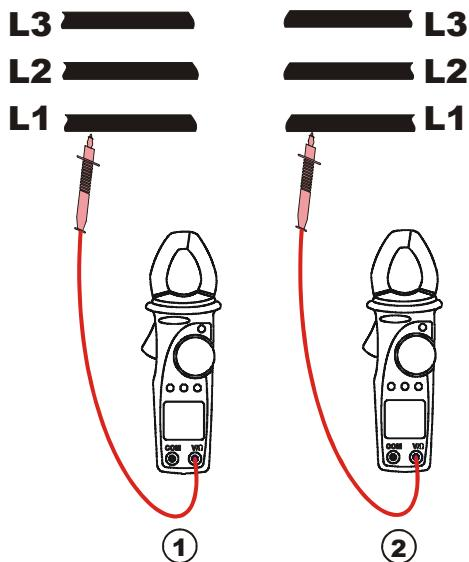
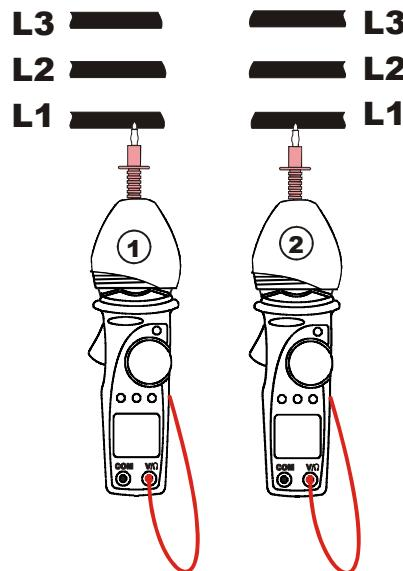

Fig. 14: concordancia de fase
Fig. 15: concordancia de fase con capuchón en goma
4. Conecte la punta roja a la fase L1 (vea as Fig. 14, 1a medida). En alternativa use el práctico capuchón de goma para alojar la punta roja (vea Fig. 15, 1a medida).
9. Posicione la punta en segundo cable de la Fase L1 (vea las Fig. 14 o Fig. 15 2a medida).